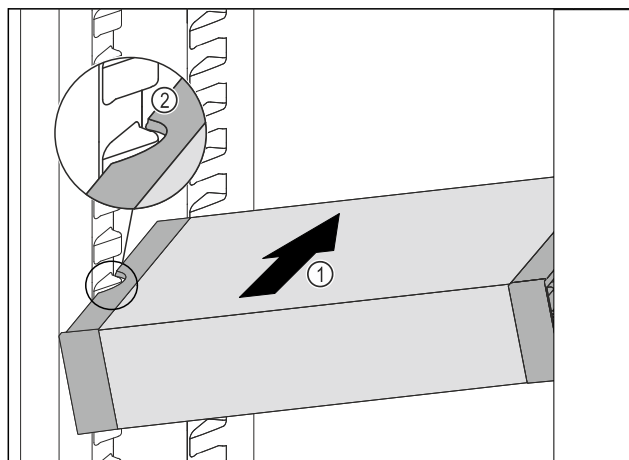

Fig. 101
- ▶ VarioSafe wsunąć ukośnie do chłodziarki Fig. 101 (1), aż boczne wycięcia Fig. 101 (2) VarioSafe będą się znajdować na wysokości żeber pojemnika w chłodziarce.